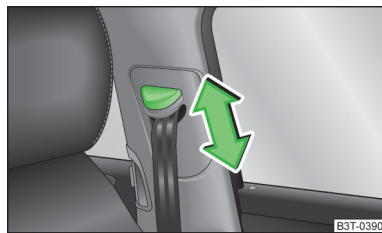

Fig. 148
- Presionar el herraje de inversión y desplazar en el sentido deseado, hacia arriba o hacia abajo » fig. 148.